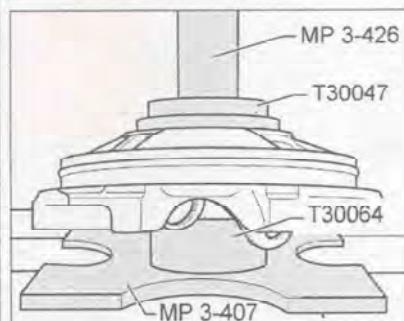

Рис. 7.295. Установка наружной обоймы большого роликоподшипника.
22. Запрессуйте наружную обойму большого роликоподшипника с помощью специального инструмента (рис. 7.295).